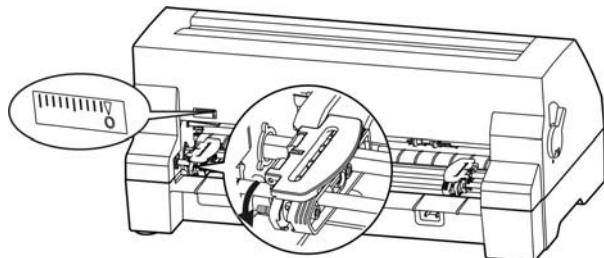

图 3-10 调整链轮位置
- 将拖纸器左链轮移至左边适当位置（“0”位置表示横向起始打印位置）。按下拖纸器左链轮的链轮锁定杆以锁定拖纸器左链轮。将拖纸器右链轮移至适当位置，但不要锁定其位置（如图 3-10 所示）。